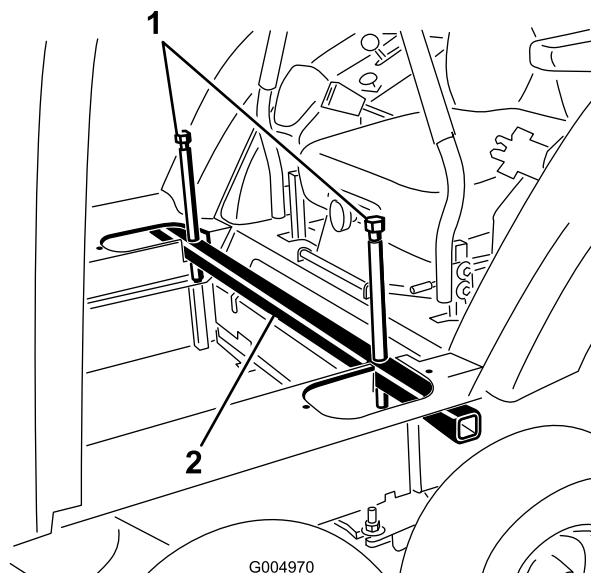

Figura 113
36. Baixe a cabina para a sua posição desapertando lenta e uniformemente os parafusos do macaco em cada extremidade do tubo do macaco (Figura 113).